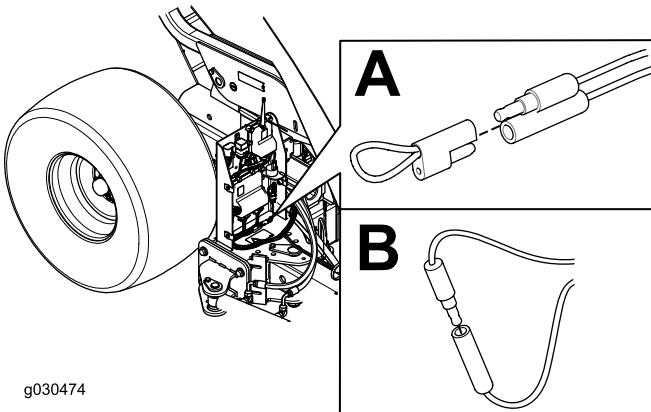

Figura 33
4. Retire a tampa dos dois conectores de diagnóstico do shunt (Figura 33, A).
5. Ligue os conectores de diagnóstico do shunt em conjunto (Figura 33, B).